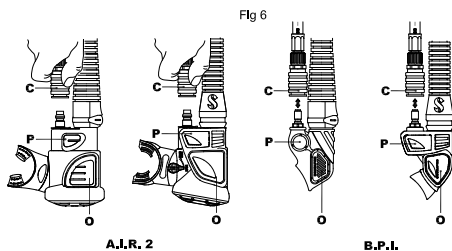

图 6
附上快速断开接头（图6-C）：
要填充背心，按下充气阀门按钮（图6-P），空气进入背心。在充气期间，为了更好的控制，利用空气的短脉冲，重复按下和释放PIV按钮。
- 2) 用同样的气息，在深深地按下对口阀门按钮时继续吹气。（图6-O）